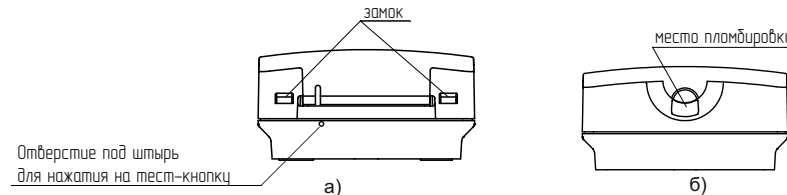

Рисунок 3
6.7 Для установки извещателя необходимо отсоединить корпус от основания, нажав отверткой на замки внизу корпуса (рисунок 3а). Кнопка извещателя при этом должна быть в ненажатом положении.